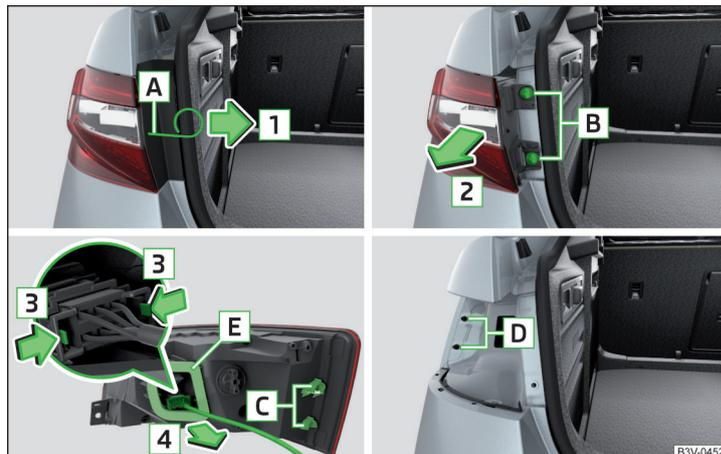

Abb. 366 Leuchte ausbauen / Stecker abziehen
- › In die Öffnung **A** » Abb. 366 den Bügel zum Abziehen der Radvollblenden einführen.
- › Den Stecker entgegen der Pfeilrichtung **4** » **Abb. 366** in die Leuchte einschieben. Die Verriegelungen am Stecker müssen sicher einrasten.
- Darauf achten, dass bei erneutem Einbau der Leuchte der Leitungsstrang zwischen der Karosserie und der Leuchte nicht eingeklemmt und die Dichtung **E** » **Abb. 366** richtig eingesetzt wird - anderenfalls besteht die Gefahr von Wassereintritt und von Beschädigung der Elektroinstallation.